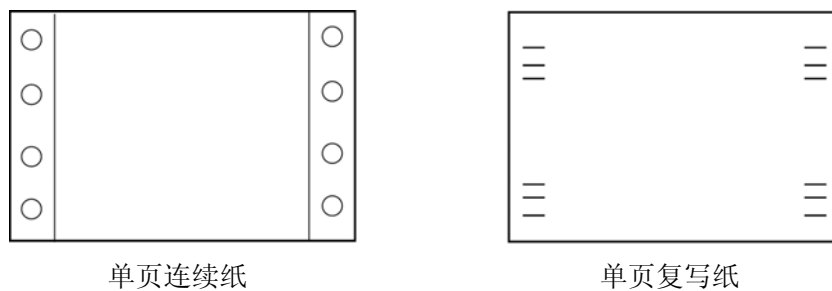

图 B-5
- 不要使用单页的连续纸或单页复写纸在单页纸打印方式下打印。因为连续纸边上的孔或者复写纸边上的压痕可能会引起打印阻塞（如图 B-5 所示）。